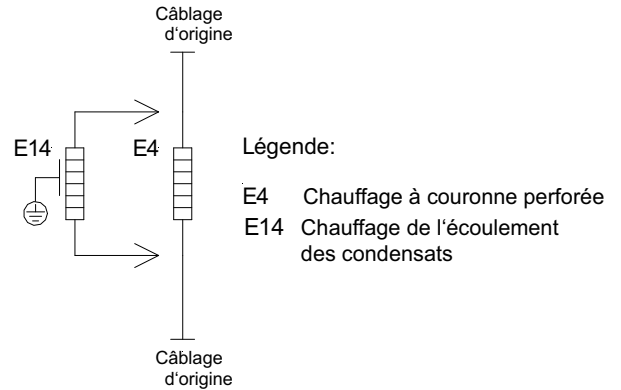

Fig. 1.6:
- 4) Fixez le câble aux bornes, parallèlement au chauffage à couronne perforée E4 (voir Fig. 1.6 à la page 2).